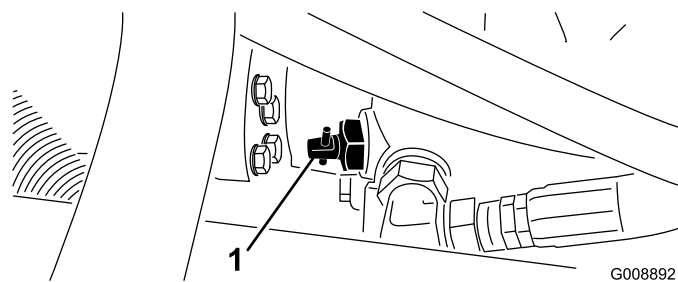

Figure 27
1. Trouvez la vanne de dérivation sur la pompe (Figure 27) et tournez-la de 90°.